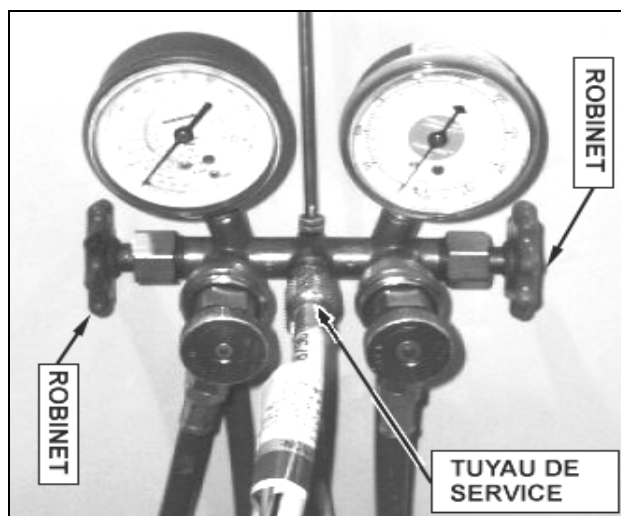

FIGURE 4: MANOMÈTRES SPÉCIFIQUES (R-134-A).
**Attention:** Les deux (2) robinets des manomètres doivent être fermés avant de les installer (Fig 4).
3. Installer des manomètres spécifiques (Fig 4) sur chaque sortie de service des deux robinets du compresseur (aspiration et décharge).
17. Brancher un dispositif d'aspiration sur le tuyau de service (Fig. 4) des manomètres, ouvrir les robinets des deux manomètres et faire le vide à l'intérieur du compresseur. Fermer les deux robinets des manomètres et débrancher le dispositif d'aspiration.